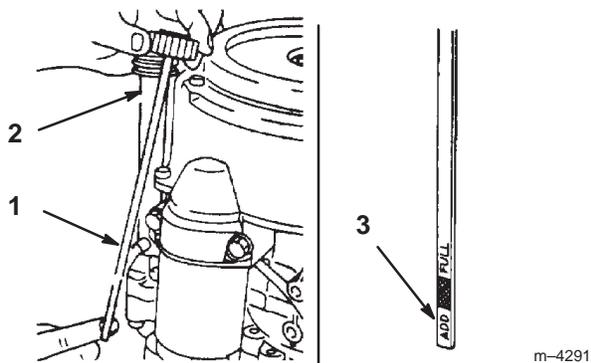

Bild 38
2. Reinigen Sie den Bereich um den Ölpeilstab herum (Bild 38), damit kein Schmutz in den Einfüllstutzen gelangen und so den Motor beschädigen kann.
3. Schrauben Sie den Ölpeilstab los und wischen das Ende ab (Bild 38).
4. Schieben Sie den Ölpeilstab vollständig in den Einfüllstutzen (nicht in den Einfüllstutzen einschrauben) (Bild 38). Ziehen Sie den Peilstab wieder heraus und prüfen Sie das Stabende. Gießen Sie, wenn der Ölstand zu niedrig ist, nur so viel Öl langsam in den Einfüllstutzen, dass der Ölstand die Voll-Marke erreicht.
6. Gießen Sie ca. 80% der angegebenen Ölmenge langsam in den Einfüllstutzen (Bild 38). Siehe „Warten des Motoröls“ auf Seite 36.